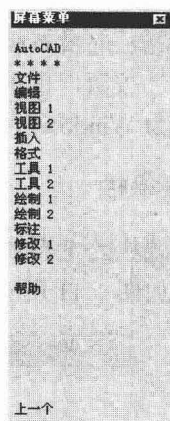

图 1-14 屏幕菜单
Step 02 在软件界面的右侧出现屏幕菜单，如图 1-14 所示。
（1）当首次调用图形编辑时，屏幕菜单上显示的是菜单的“根页”，相当于菜单栏中的选项，如图 1-14 所示。单击这些菜单项，将显示出下一级菜单。例如，单击“文件”项，将显示屏幕菜单的“文件”页。